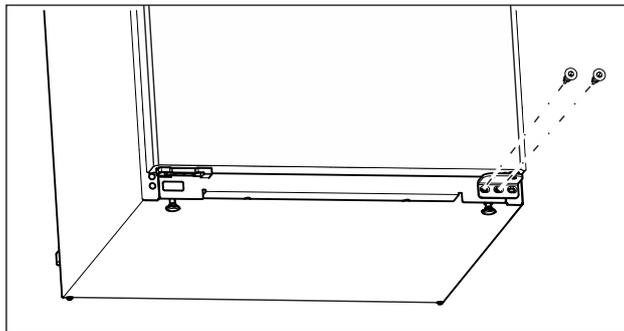

Fig. 15
- ▶ Am unteren Lagerbock die mittlere Schraube mit Schraubendreher Torx 20 herausdrehen. (siehe Fig. 15)
- ▶ Am unteren Lagerbock die innere Schraube mit Schraubendreher Torx 20 herausdrehen. (siehe Fig. 15)